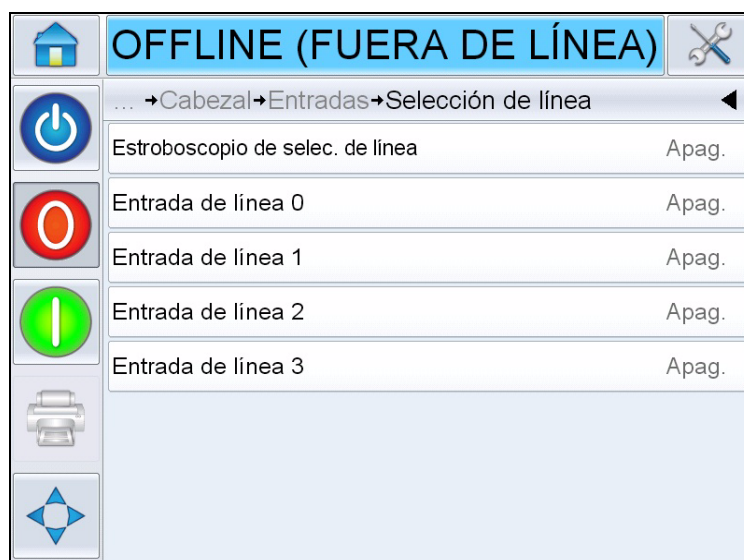

Figura 4-12: Página Selección de línea de Entradas
- Selección de línea: si *Selección de línea* está activada en el controlador, el usuario puede asignar un trabajo para la línea requerida. Selección de línea permite al usuario ver el estado actual de las entradas que se usan para la función de Selección de línea de la impresora (consulte Figura 4-12).